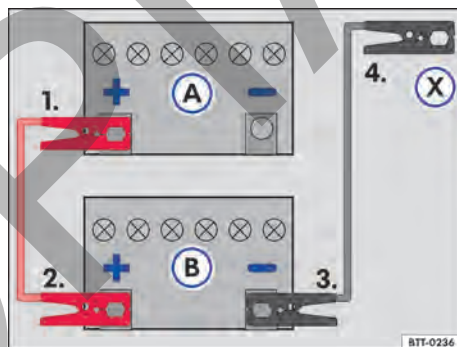

Fig. 179 Esquema para la conexión de los cables auxiliares de arranque: batería del vehículo descargada (A) y batería del vehículo que provee la corriente (B).
Leyenda para → fig. 179:
Conectar el cable de arranque auxiliar solo en la secuencia **1 – 2 – 3 – 4** → **fig. 179**.
- Conectar una extremidad del cable auxiliar de arranque *rojo* al polo positivo (+) del vehículo con la batería del vehículo descargada → **fig. 179** (A) → (▲).
- Conectar el otro extremo del cable de arranque auxiliar *rojo* al polo positivo (+) del vehículo que suministra corriente (B).
- Conectar un extremo del cable de arranque auxiliar *negro* al polo negativo de la batería del vehículo que suministra la corriente (B).
- Conectar el otro extremo del cable de arranque auxiliar *negro* (X) al vehículo con la batería descargada en un punto de ayuda al arranque (punto de puesta tierra) o una pieza de metal atornillada firmemente al bloque del motor, sin embargo, no cerca de la batería (A) → (▲).